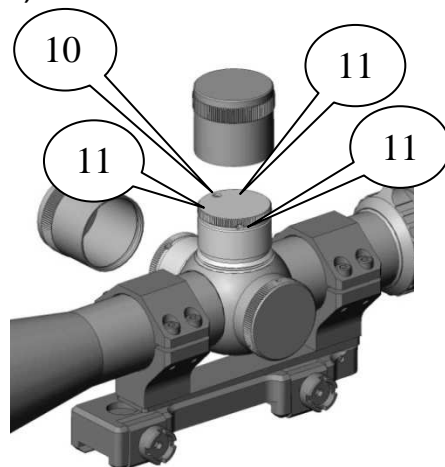

Рис. 4
- 12) пристреленное положение маховичков (5) необходимо зафиксировать («выставить упор на 0»). Для этого шестигранным ключом (S2) ослабьте три утопленных фиксирующих винта (11) маховичков (рис. 4). Поверните без щелчков маховички, до совпадения отметки «0» с насечкой на корпусе прибора. Тем же ключом зафиксируйте положение маховичков тремя фиксирующими винтами (11).